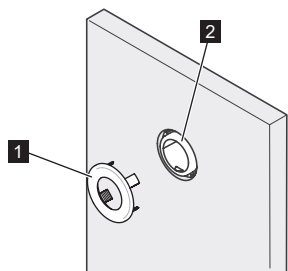

Fig. 11: Installation du cache
- Placer le cache (Fig. 11/1) sur la platine (Fig. 11/2).